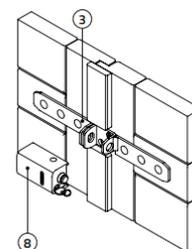

### FIGURE 4
Fixer la plaque de base (3) à la porte (1) et insérer les boulons M8 (6) dans la porte. Ajuster les rondelles (5) aux boulons saillant du côté intérieur et visser en les écrous M8 (7). Si nécessaire, insérer une autre rondelle sous l'écrou M8 (7) et raccourcir les boulons (même procédure comme indiqué ci-dessus). Voir Figure 4.